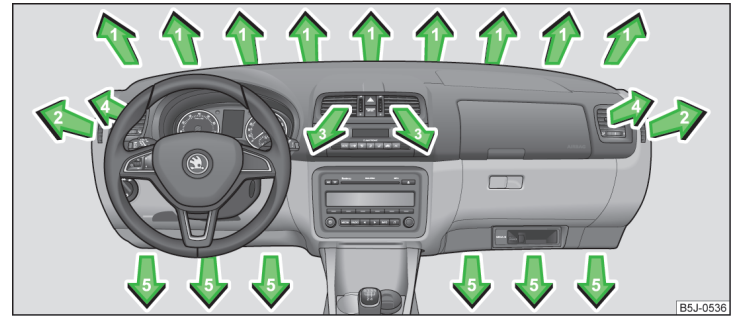

Abb. 94 Luftaustrittsdüsen
Bei den Luftaustrittsdüsen 3 und 4 » Abb. 94 kann die Luftstromrichtung geändert und die Düsen können auch einzeln geschlossen und geöffnet werden.
► Das senkrechte Rad (Luftaustrittsdüsen 3) » Abb. 94 bzw. das waagerechte Rad (Luftaustrittsdüsen 4) in die Stellung drehen.
- ▶ Die waagerechten Lamellen mithilfe des verschiebbaren Verstellers schwenken, um die Höhe der Luftströmung zu ändern » Abb. 94.
Wir empfehlen Ihnen, die Luftaustrittsdüsen 3 » Abb. 94 auf Seite 89 in allen Betriebsarten geöffnet zu belassen.